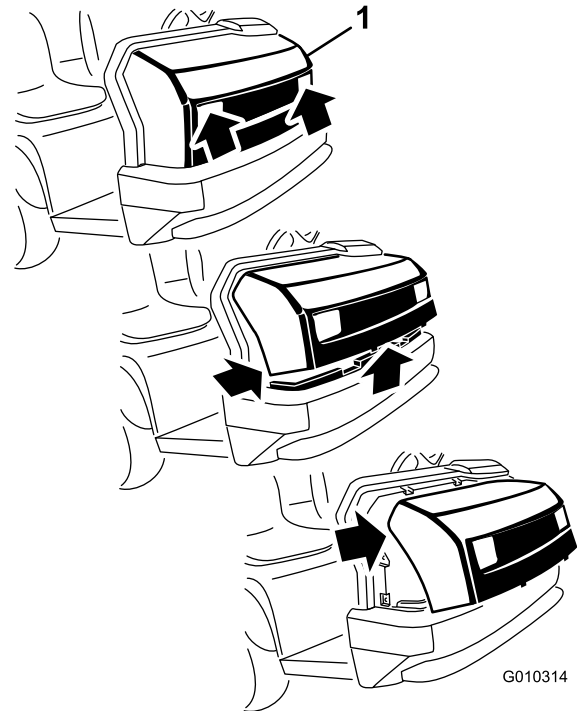

Bild 1
6. Fassen Sie die Motorhaube in den Scheinwerferöffnungen an und heben sie an, um die unteren Befestigungsnasen aus den Schlitz in der Stoßstange zu heben (Bild 1).
7. Drehen Sie die Unterseite der Motorhaube nach oben, bis Sie die oberen Befestigungsnasen aus den Rahmenschlitz ziehen können (Bild 1).
8. Drehen Sie die Oberseite der Motorhaube nach vorne und ziehen Sie die Kabelanschlüsse von den Scheinwerfern ab (Bild 1).